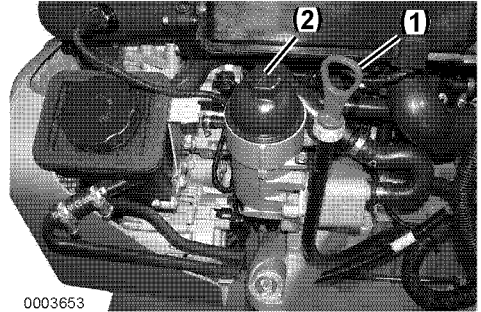

Abbildung 1
3. HINWEIS: Motoröl vor Verschmutzung schützen. Pegelstab und Umgebung sorgfältig vor dem Abnehmen des Deckels reinigen. Motorölfilterdeckel (Abbildung 1, (2)) ein bis zwei Umdrehungen mit Steckschlüssel lösen. Einige Minuten warten, damit das Öl in das Kurbelgehäuse laufen kann.
4. Motoröl-Pegelstab (Abbildung 1, (1)) entfernen. Ölablasspumpe anschließen und Öl abpumpen. Wasser ordnungsgemäß entsorgen.